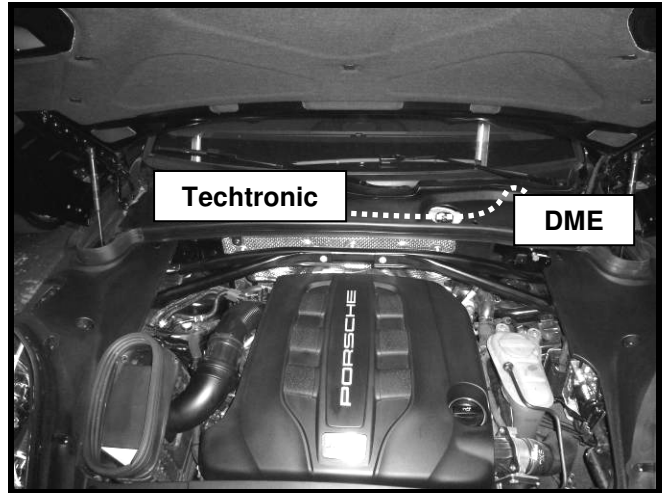

Abb. 04
1. Pin-Kabelsatz im Fahrzeug verlegen (siehe Abb. 04).